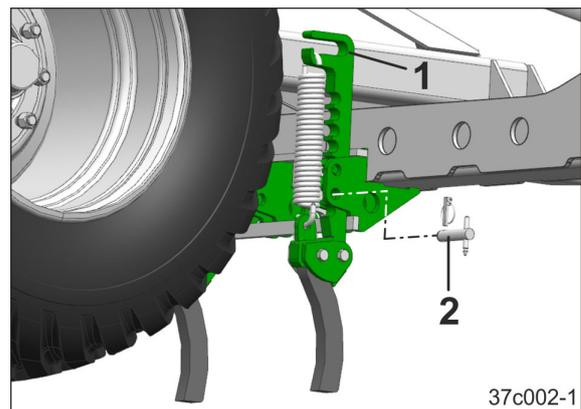

Fig. 118
1. Spurlockerer (Fig. 118/1) am Griff festhalten.
2. Den Bolzen (Fig. 118/2) entfernen.